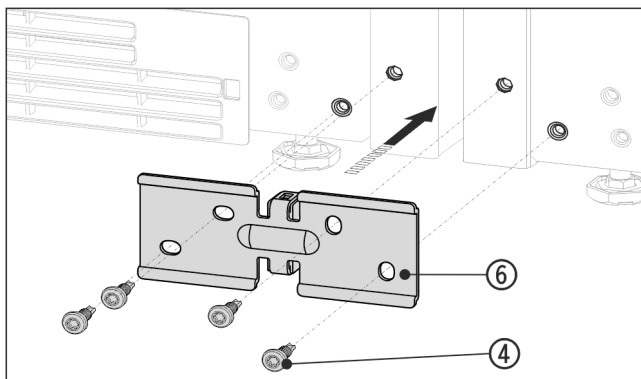

Fig. 14 Príklad zobrazenia
- ▶ Uholník Fig. 14 (6) s dištančným dielom zasunú medzi zariadenia a voľne priskrutkujte pomocou 4 skrutiek Fig. 14 (4).